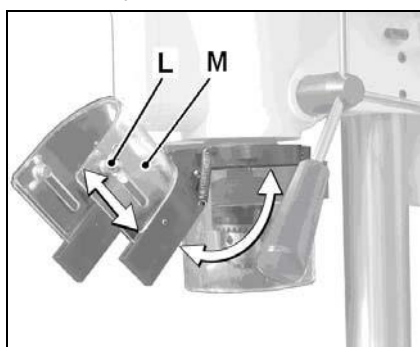

Рис. 4
После ослабления винта (L, Рис. 4) прозрачную защиту (M) патрона можно опустить вниз.